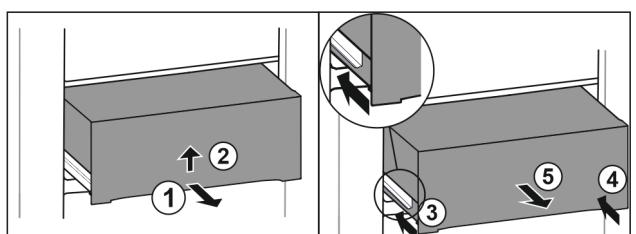

Fig. 68
- Вытяните выдвижной ящик наполовину. Fig. 68 (1)
- Поднимите выдвижной ящик за нижнюю часть. Fig. 68 (2)
- Вставьте левую направляющую. Fig. 68 (3)
- Вставьте правую направляющую. Fig. 68 (4)
- Извлеките выдвижной ящик движением вперед. Fig. 68 (5)